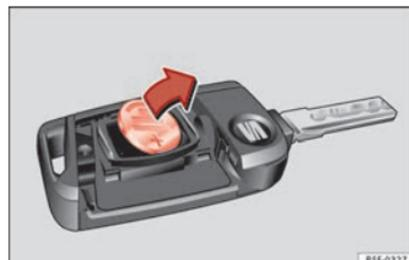

Fig. 119 Clé du véhicule : retirez la pile.
- Retirez la pile du compartiment à l'aide d'un objet fin approprié » fig. 119.
- Placez la pile neuve comme indiqué » fig. 119 et appuyez-la contre le logement des piles dans le sens contraire de la flèche » ❷.